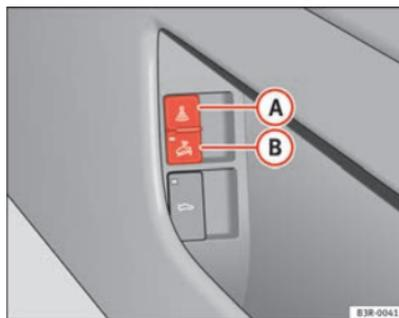

Fig. 78 Interruptor da vigilância do habitáculo
- Abra a porta e puxe o interruptor **(A)** com o símbolo  que se encontra num dos lados do compartimento porta-objectos da porta do condutor ⇒ página 110, fig. 78.
- Abra a porta e puxe o interruptor **(B)** com o símbolo  que se encontra num dos lados do compartimento porta-objectos da porta do condutor ⇒ página 110, fig. 78.